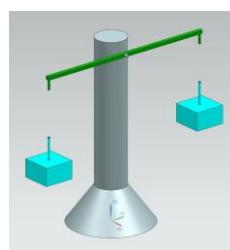
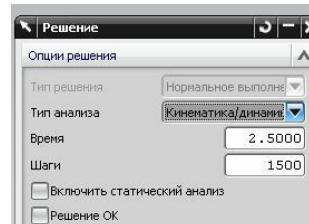

рис.7
рис.8
- Этот пример вы можете просмотреть, а затем и повторить, просмотрев учебный фильм – *movie_vesu* (рис.7). Рекомендуемые параметры *Решения* показаны на рис.8.